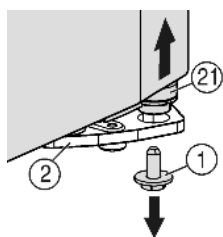
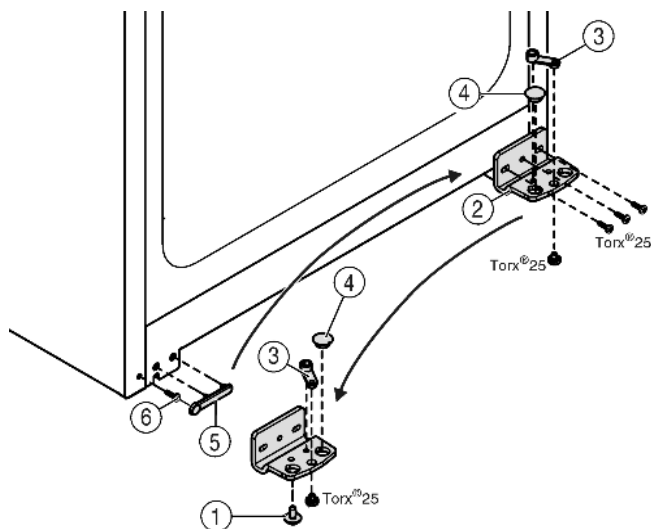

Fig. 5
Fig. 6
- ▶ Внизу справа на опорному кронштейні викрутіть фіксуючий гвинт Fig. 5 (1).
- ▷ Опорний гвинт Fig. 5 (21) можна буде вийняти з опорного кронштейна Fig. 6 (2).
- ▶ Якщо опорний гвинт Fig. 5 (21) не виймається, натисніть на нього знизу.
- ▶ Викрутіть опорну деталь Fig. 6 (2).
- ▶ Відкрутіть опорну деталь Fig. 6 (3) і вставте в протилежний отвір опорного кронштейна, знову пригвинтіть.
- ▶ Вийміть пробку Fig. 6 (4) з опорного кронштейна та переставте її в отвір на протилежному боці опорного кронштейна.
- ▶ Зніміть обережно кришку Fig. 6 (5) з боку ручки.
- ▶ Викрутіть гвинти Fig. 6 (6) і встановіть їх з протилежного боку.
- ▶ Знову вставте кришку Fig. 6 (5).
- ▶ Пригвинтіть опорний кронштейн Fig. 6 (2) на новий бік шарніра (з моментом 4 Нм). За потреби використовуйте пристрій для електричного закручування гвинтів.
- ▶ Вкрутіть фіксуючий гвинт Fig. 5 (1) знизу в гвинт і затягніть (з моментом 4 Нм).